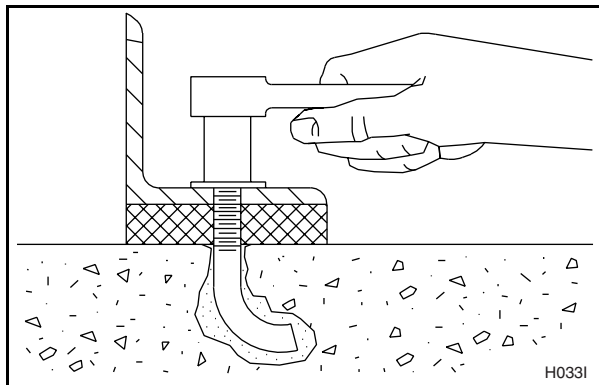

Figura 32
12. Después de que la lechada se ha secado completamente, apriete las tuercas de seguridad en forma pareja (una tras otra) hasta que estén apretadas uniformemente y la máquina esté firmemente asegurada al piso. Vea la Figura 32.